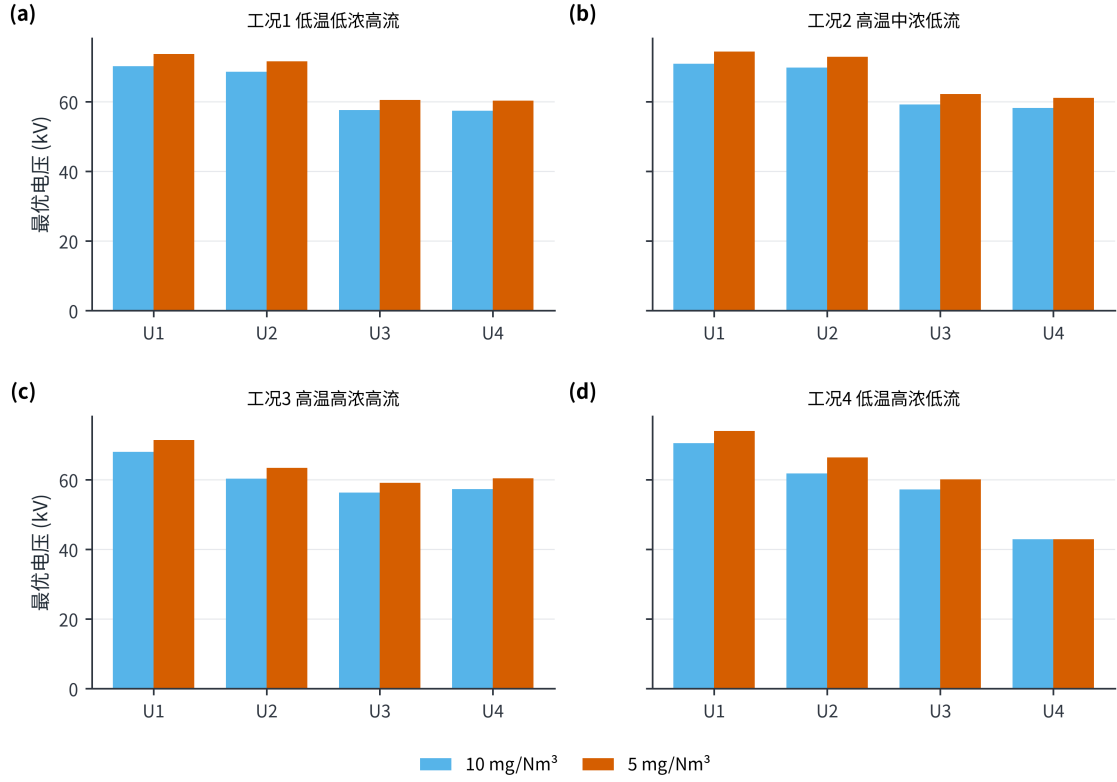

图 14 两档排放限值下的电压配置
上述两类策略的差异可由图 14 直接读出。
图 14 显示四个电场并非机械同步抬升：工况 1 四场抬升幅度接近，工况 3、4 则出现明显的高低分化。这一分配由两个因素共同决定——单位功率去除收益 $\alpha_i/(b_i U_i^{ref2})$ 决定优先次序，排序约束 $U_1 \geq U_3 + 3$ 、 $U_2 \geq U_4 + 3$ 则把部分电场的取值绑定在一起。两者叠加的结果是：性价比最高的第三电场被抬到接近上限，与之绑定的 U_1 随之走高，而性价比最低的电场（如工况 4 的 U_4 ）被压至历史下界。各档的振打周期取值见表 11，均被推至历史区间上端。